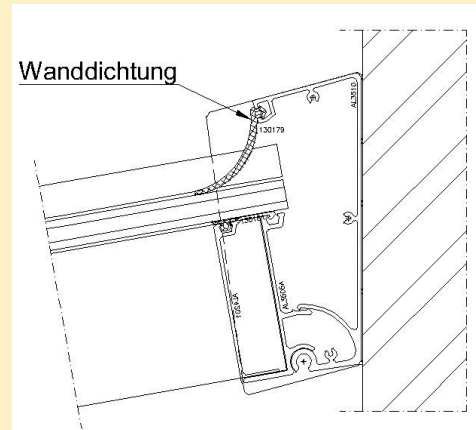

Abb. 29
- 6.10 Drücken Sie die Wanddichtung in das Wandprofil. Abb.: 29